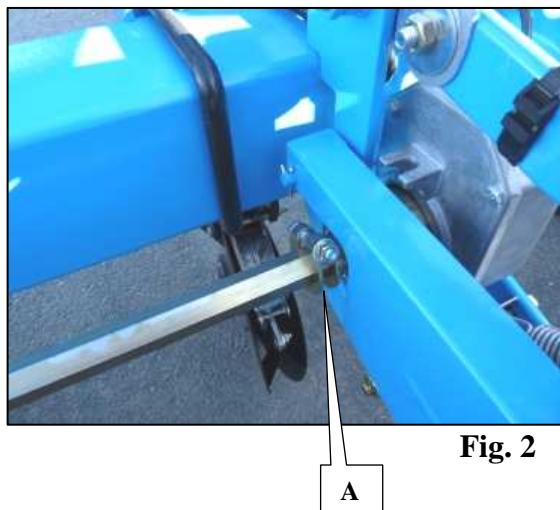

Fig. 2
2. verwijder de behuizing van de drijfriem (fig. 2, B)
- Contrôlez le serrage des bagues d'arbre six-pans A (fig. 2).
- Check the tightness of the hexagon arbor bushings A (fig. 2).
- Den festen Sitz der Sechskant-Wellenringe A (Abb. 2) überprüfen.
- Controleer de de bussen voor de zeskantstang A zijn aangedraaid (fig. 2).